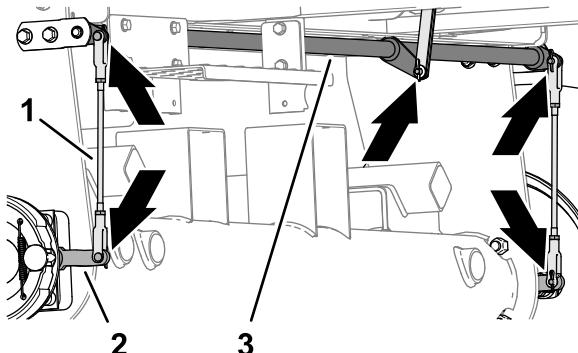

Figura 71
- 1. Inspeccione los conjuntos de varilla de freno derecho e izquierdo (Figura 71) en busca de daños o desgaste.
- 2. Inspeccione el eje de articulación del freno (Figura 71) en busca de daños o desgaste. Si el eje de articulación está dañado y desgastado, sustítuyalo; consulte el *Manual de mantenimiento* de la máquina.